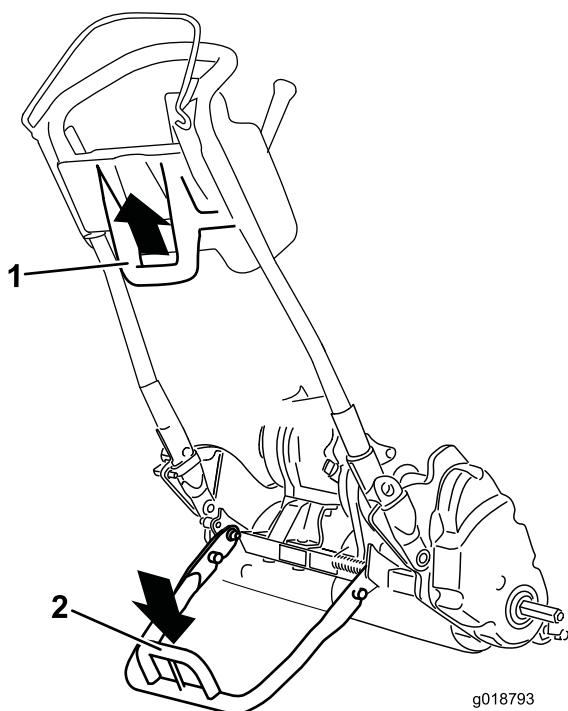

Figura 21
- Para utilizar el caballote para instalar las ruedas de transporte, bájelo al suelo y pise la barra del caballote, tirando del manillar inferior central de la máquina hacia arriba y hacia atrás (Figura 21).